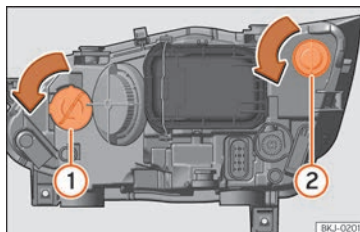

Fig. 104 Dans le compartiment moteur : ampoule du clignotant ① et ampoule du feu DRL (feu de circulation de jour) ②.
- Tournez le porte-ampoule » fig. 104 ① ou ② vers la gauche puis tirez.